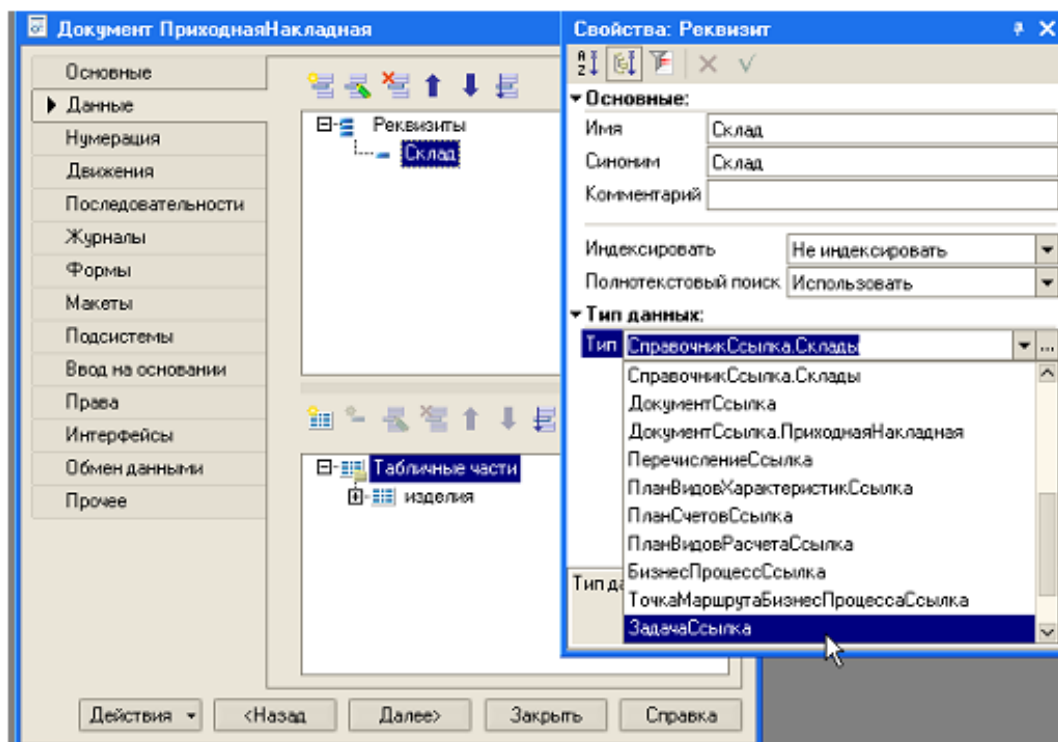

Рис. 40
- на вкладке *Данные* (рис.40) создайте реквизит документа с именем *Склад*, в свойстве этого реквизита *Тип* выберите из списка *СправочникСылкаСклады*;